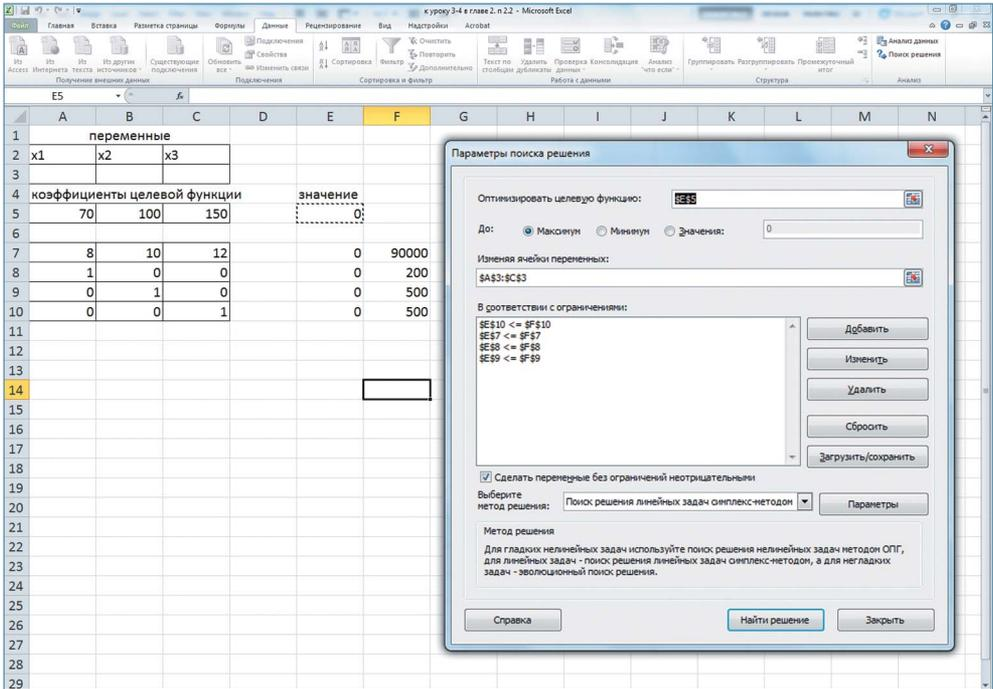

Рис. 9
4) В диалоговом окне в строку «Оптимизировать целевую функцию» вводим содержание ячейки E5 (рис. 9). Выбираем в строке «До» кнопку «Максимум».